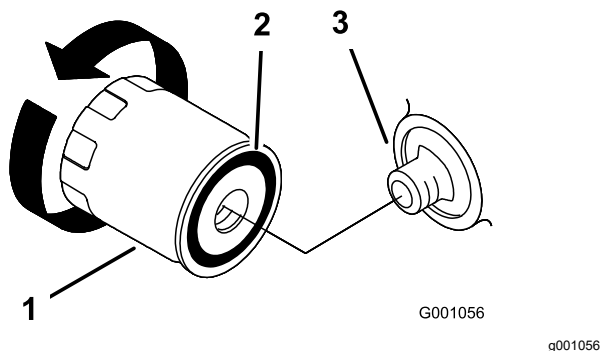

图 19
2. 拆下旧滤清器并擦拭滤清器安装座垫片表面图 19。
3. 在替换滤清器的橡胶垫片上抹上一层薄薄的新鲜机油图 19。
4. 将替换机油滤清器安装到滤清器安装座上顺时针旋转机油滤清器直至橡胶垫片接触到滤清器安装座然后再将滤清器拧 1/2 至 1 圈图 19。